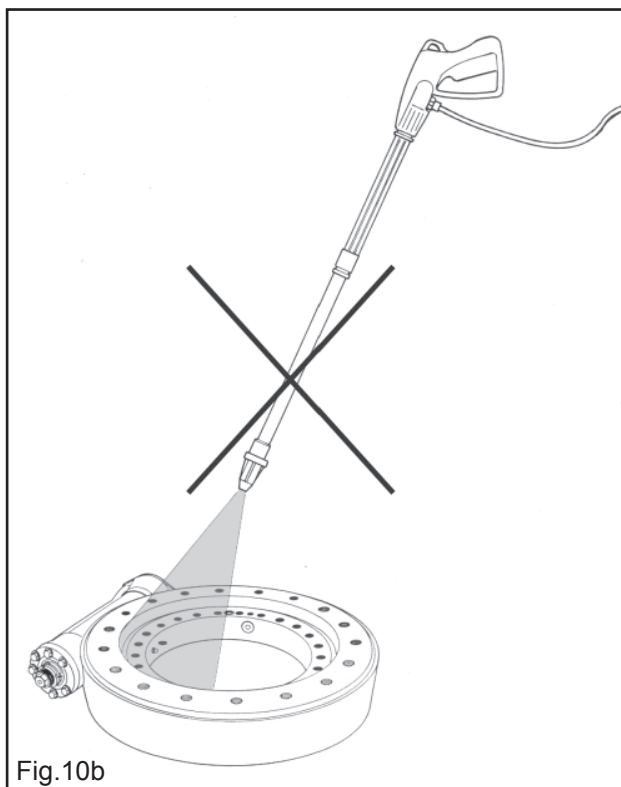

Fig.10b
4. Durante le operazioni di lavaggio, evitare di investire la ralla con il getto diretto e ravvicinato di una idropulitrice; l'elevata pressione può sollevare il labbro della guarnizione con conseguente ingresso di acqua (Fig. 10b).